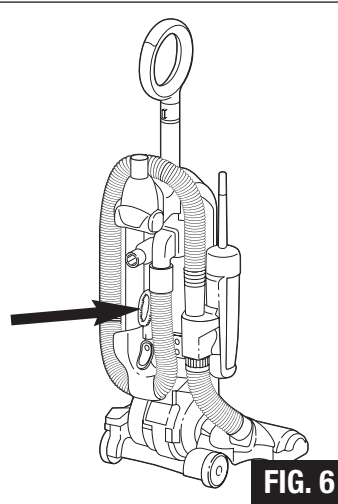

FIG. 6
Step 9: Store the dusting brush on its holder (FIG. 6).
- Étape 9 :** Rangez la brosse à épousseter sur son support (FIG. 6).
- Paso 9:** Guarde el cepillo para polvo en su portacepillo (FIG. 6).